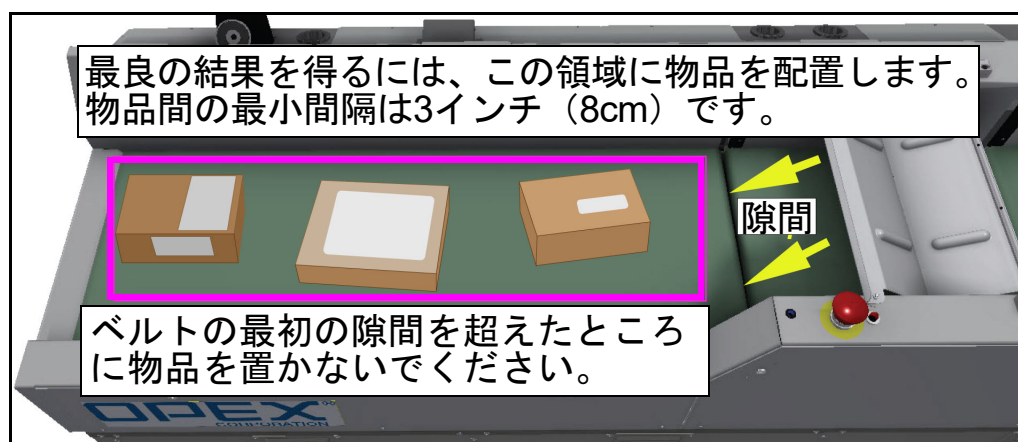

図4-30: コンベヤの「ドロップゾーン」
2. ペーシングコンベヤベルトに物品を置きます。ベルトに過負荷をかけないでください。物品は、互いに約3インチ（8cm）ほど離して配置する必要があります（142ページの図4-30を参照）。